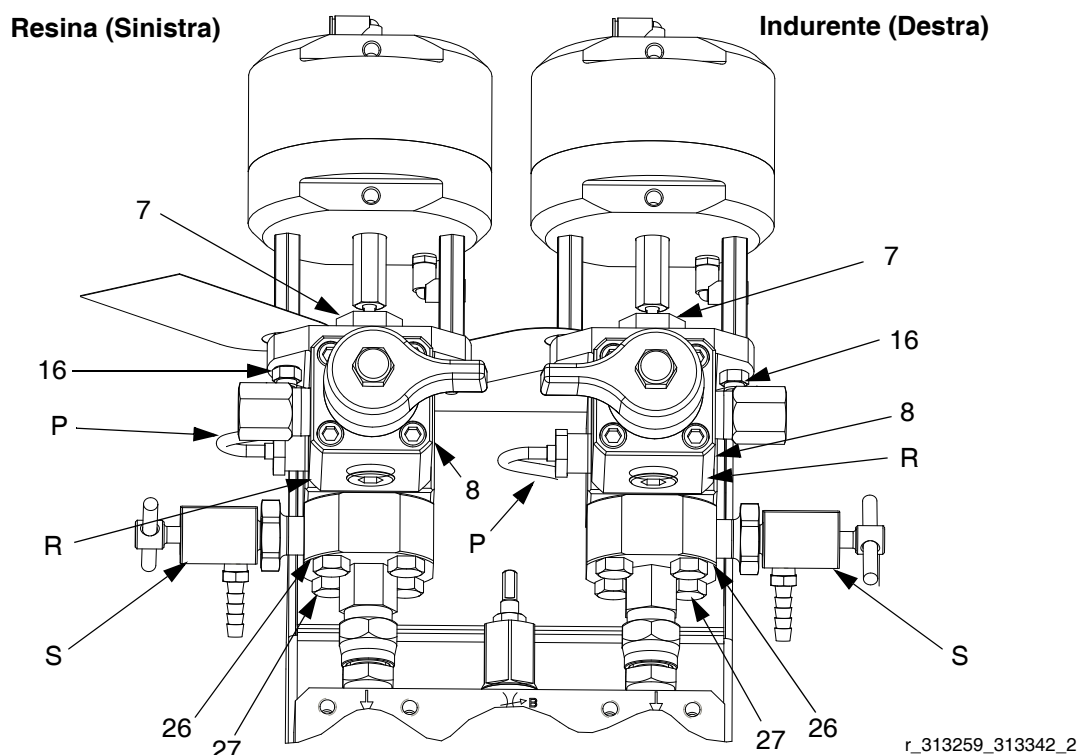

Fig. 1: Orientamento dell'indurente della valvola di dosaggio 255478 della resina
Togliere le viti (27) e ruotare l'involucro della sede (26) 90° in modo che le porte laterali siano rivolte a sinistra per la valvola di campionamento (S) e la parte posteriore per il sensore di temperatura (non visibile). Vedere FIG. 1.